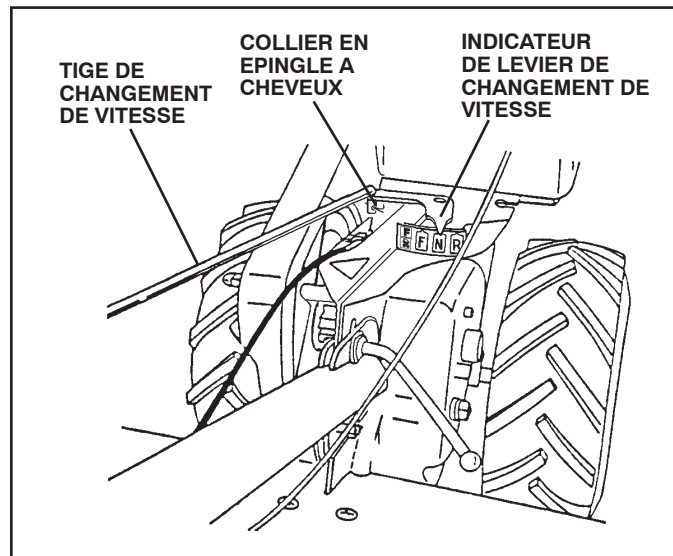

Fig. 7
(Voir la Fig. 7)
- Assurez-vous que l'indicateur de levier de changement de vitesse est en position point mort ("N") (Voir la Fig. 7).